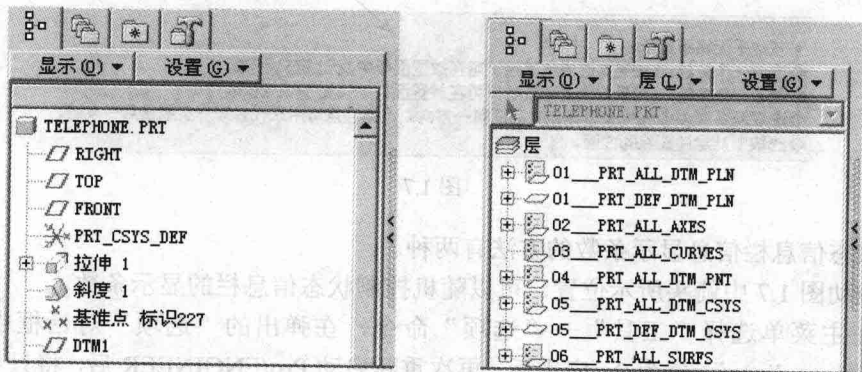

图 1.5
① 导航器窗口: 此窗口集成了模型树、文件夹浏览器、收藏夹和链接 4 个方面的内容。在打开模型的时候, 层也会出现在导航器窗口。这种导航器可以在一个窗口中显示多项内容, 操作非常集中方便, 如图 1.5 所示。